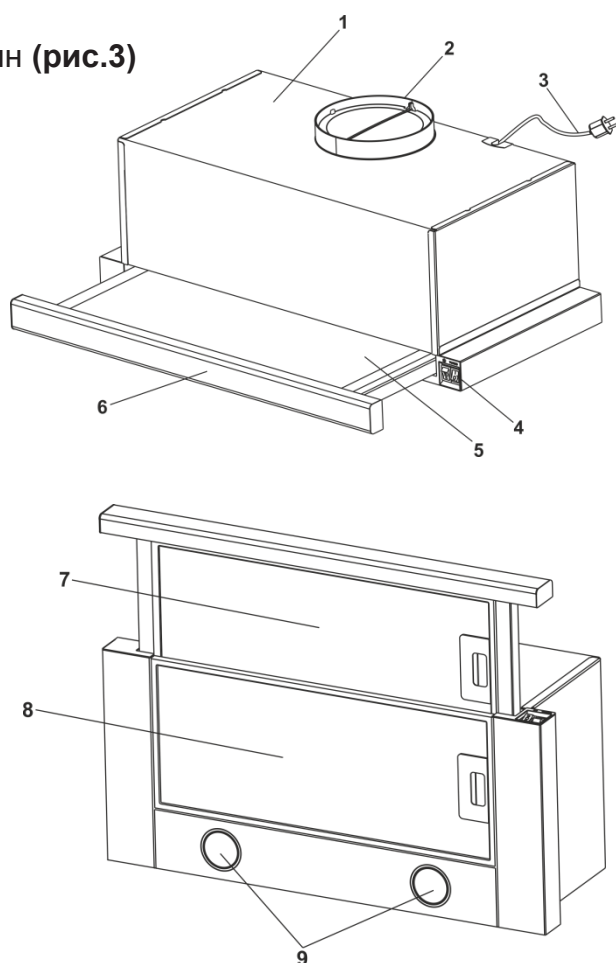

Рис.3
УВАГА! Додатково виріб виготовляється з наступними декоративними елементами (**рис.3**):
5.3 Витяжка складається з наступних складових частин (рис.3)